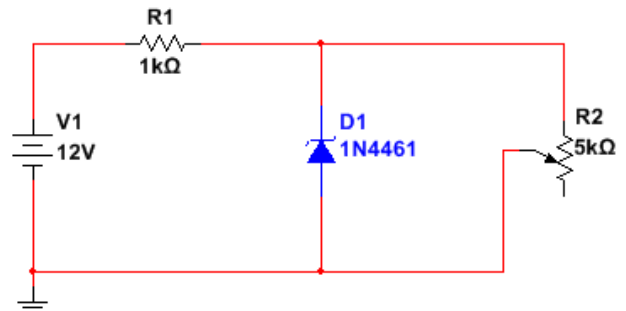

Figura 5. Circuito diodo Zener
- Utilizando las resistencias de 1k, el potenciómetro y el diodo zener arme el circuito de la Figura 5.